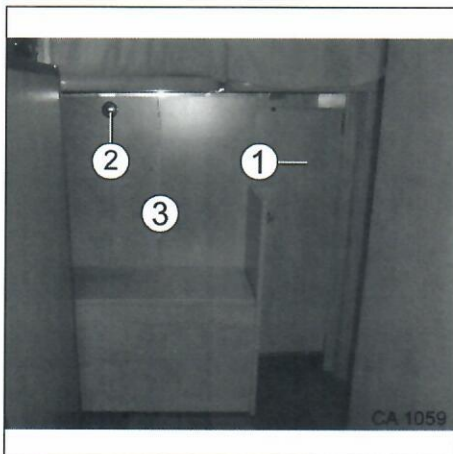

Abb. 40 Verschiebbare Trittstufe Malibu 600
1. Blende (Abb. 40, Pos. 1) nach hinten klappen.
2. Push Lock (Abb. 40, Pos. 2) öffnen.
3. Geteilte Blende (Abb. 40, Pos. 3) leicht nach vorn ziehen.